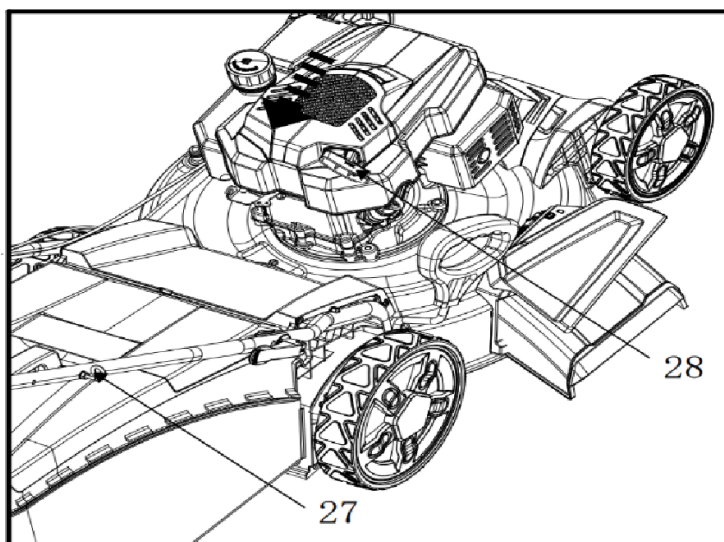

Рис. 11
2. Медленно потяните рукоятку стартера (28), пока не почувствуете сопротивление, затем дерните ее резким движением. Проведите это несколько раз, пока двигатель не запустится (рис. 11).